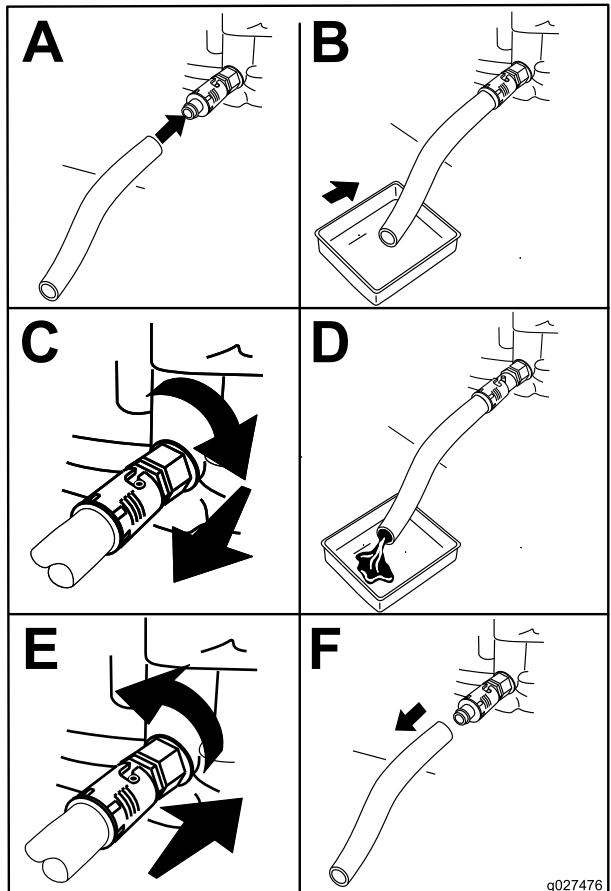

Figura 17
- Drene el aceite del motor (Figura 17).